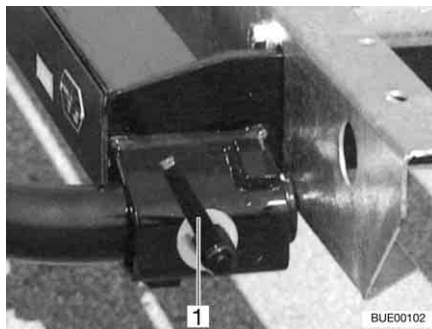

Fig. 8 Verrouillage rapide
- Emboîter le porte-charge à gauche et à droite dans les fixations sur le cadre et le bloquer avec un verrouillage rapide (Fig. 8,1).
- Ouvrir le verrouillage rapide (Fig. 8,1) et retirer le porte-charge des fixations du cadre.